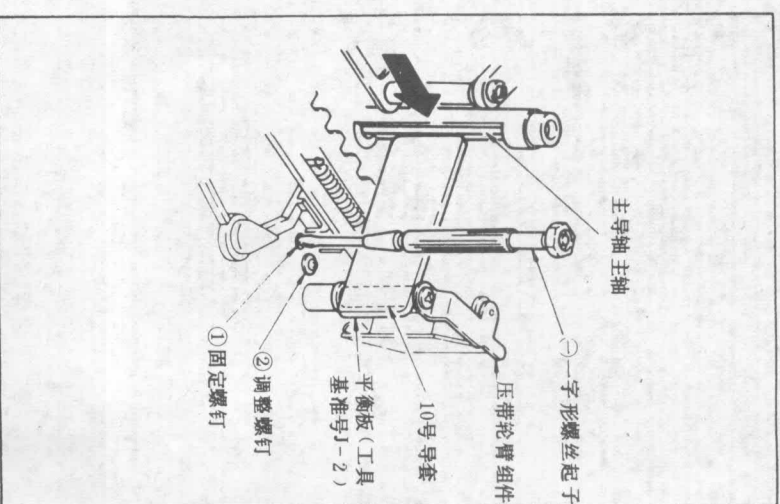

图 10 主导轴马达主轴的垂直调整
- 1) 把平衡板 (工具基准号 J-2) 垂直地放在压带轮臂组件的 10 号导套上，如图 10 所示
- 2) 拧松螺钉①。
- 3) 旋转调整螺钉②以便把主导轴主轴调至垂直状态。
- 4) 拧紧螺钉①以固紧主导轴马达。